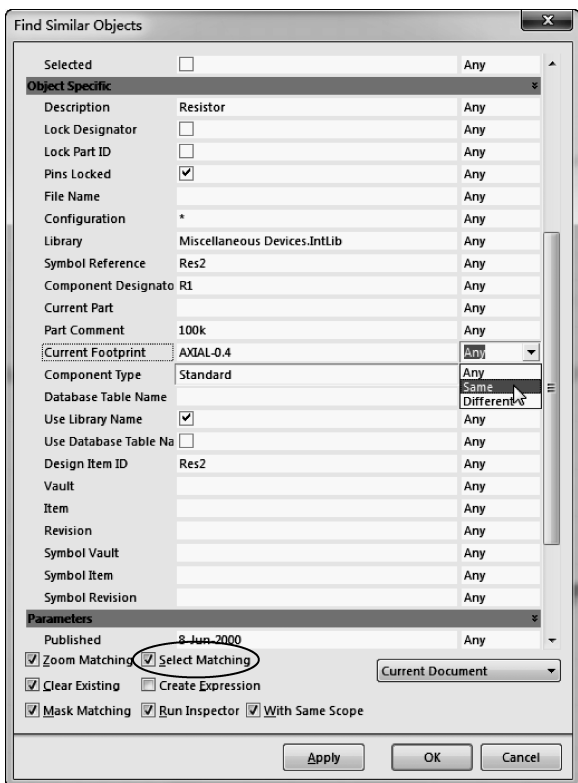

图 2-3-9 Find Similar Objects 对话框
① 将鼠标指针移至 R1 电阻符号上并右击，在弹出的菜单中选择 Find Similar Objects，系统弹出 Find Similar Objects 对话框，在对话框中单击 Current Footprint 栏目右侧的 Any，Any 右侧出现一个下拉菜单按钮，从中选择匹配条件为 Same，同时选中 Select Matching 前的复选框，如图 2-3-9 所示。